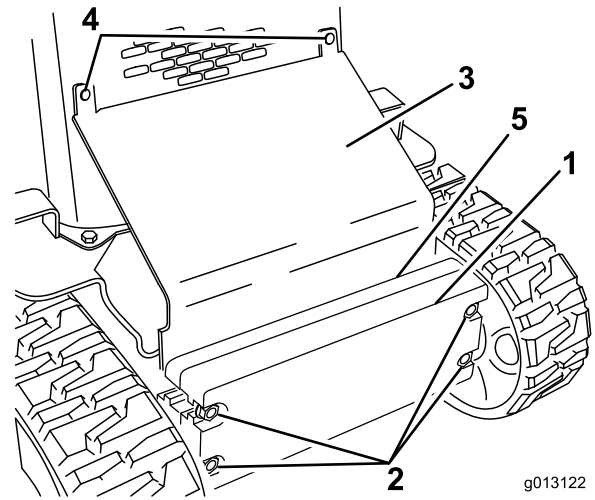

Bild 26
2. Lockern Sie die Schrauben, mit denen der Ballast befestigt ist (Bild 26).
10. Schieben Sie die schräge Platte zwischen den Rahmen und dem Ballast und befestigen Sie sie am Gitter des vorderen Gitters mit den vorher abgenommenen Schlossschrauben und Muttern (Bild 26).
11. Ziehen Sie die Schrauben an, mit denen der vordere Ballast befestigt ist (Bild 26).